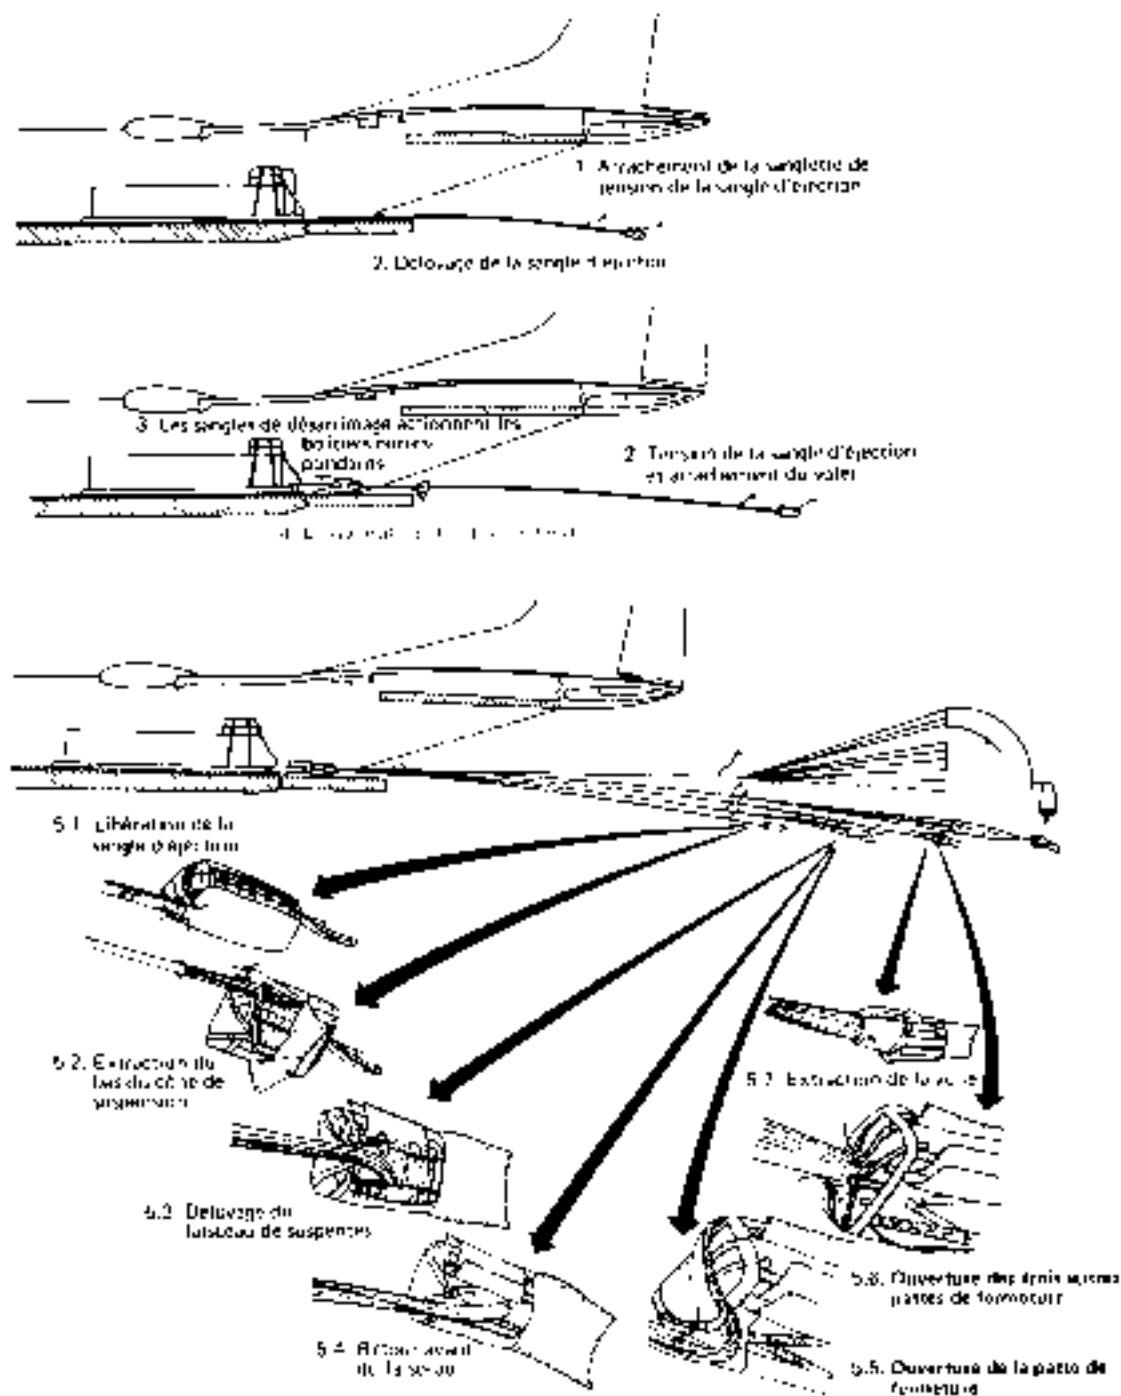

Fig. 2.9 - Fonctionnement- Mise en tension et déploiement (début)
1. La sanglette de tension de la sangle d'éjection s'échappe du crochet de tension de l'E.T.A.A.(fig.2.9).